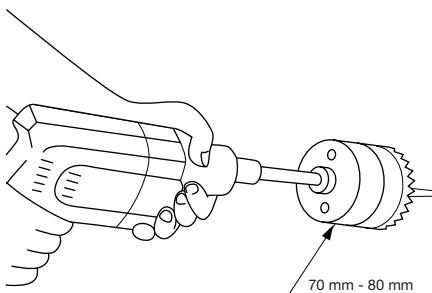
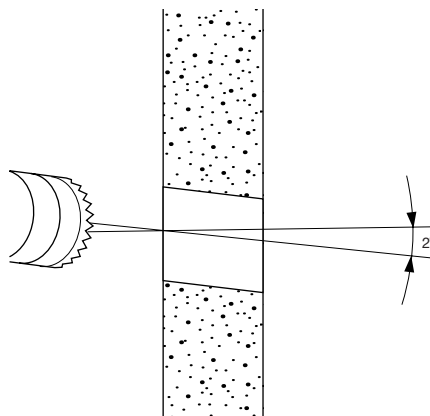

Figura 5
Figura 6
2. Haga la perforación para el kit de evacuación/admisión. Use una sierra para aberturas de un diámetro de 70 a 80 mm (ver Figura 5). La abertura en el lado interior de la pared debe ser un poco más alta que la abertura en el exterior, con el fin de crear una leve pendiente en la alimentación y en el kit de evacuación/admisión después de la instalación (aproximadamente 2°) (ver Figura 6). Esto asegura que el agua condensada en el kit de evacuación/admisión fluya hacia el exterior e impide la penetración de aguas lluvias y nieve después de la instalación.